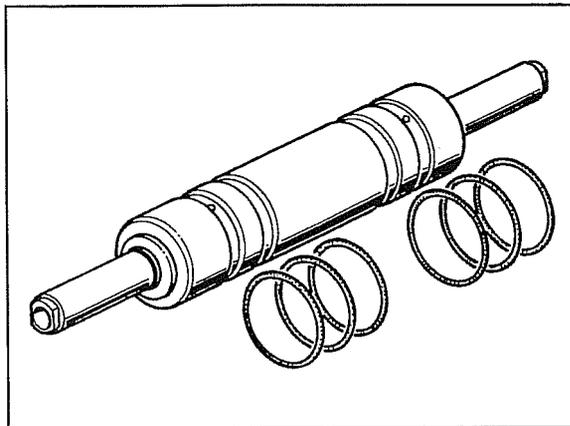

Abb. 80
16. Die Abb. 80 zeigt den Zylinder mit den O-Ringen, die zu ersetzen sind.